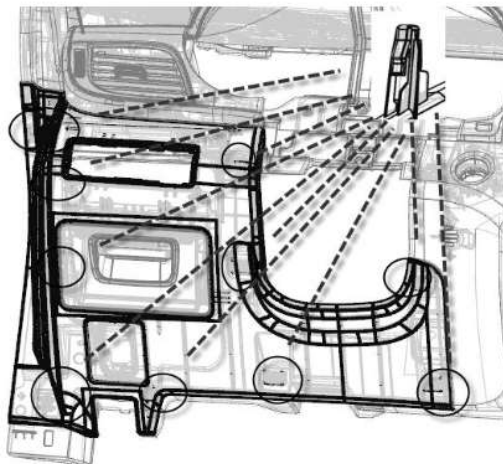

图 1-10 仪表板左下护板安装结构示意图
(1) 确保 10 个塑料卡扣安装在相应位置(详见图 1-10);
(2) 产品沿水平方向靠近仪表板上本体,接上线束接插件;
(3) 将产品各卡脚对准仪表板上本体安装孔,轻拍各装配处至装配牢靠,外观配合完好。